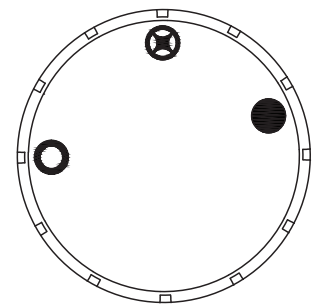
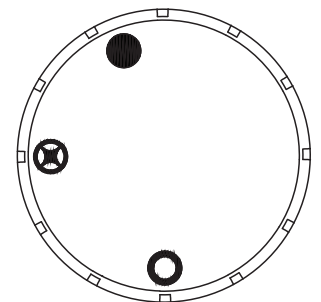

Fig. 22a
Fig. 23a
3. Presione la perilla de control suavemente y gírela  hacia la derecha a la posición "OFF" . (Ver Fig. 22a)
4. Espere cinco (5) minutos para que se vacíe todo el gas. Luego huela en busca de gas, incluyendo cerca del piso. Si huele gas, ¡ALTO! Siga "B" en la información de seguridad anterior. Si no huele a gas, vaya al siguiente paso.
5. Presione la perilla de control suavemente y gírela  hacia la izquierda a la posición "PILOT" . (Ver Fig. 23a) Oprima la perilla de control.